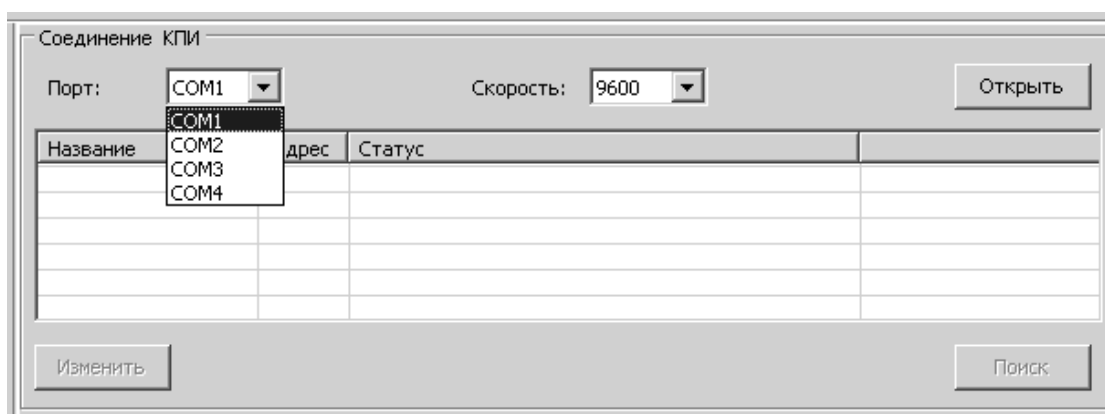

Рис.4. Вид области Соединение КПИ.
2.4.1.2. Назначение параметров связи ПК с КПИ производится в области **Соединение КПИ** (рис.4).